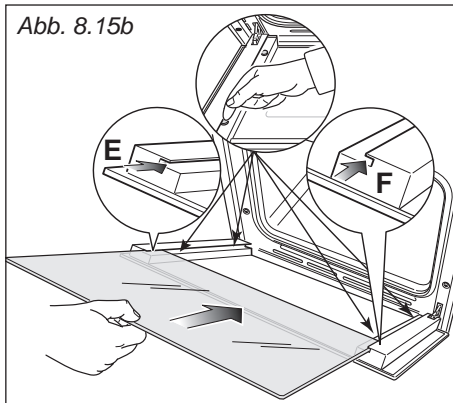
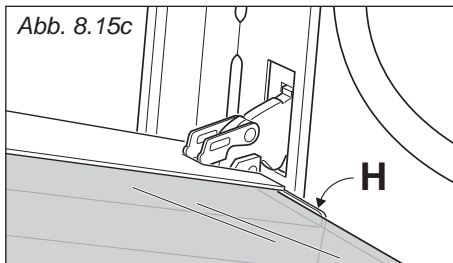

Abb. 8.15b
Abb. 8.15c
WICHTIG: Bringen Sie die innere Glasscheibe wieder an: Um Bruchschäden oder ein Verrutschen der vier Gummiauflagen "D" zu vermeiden, empfiehlt es sich, diese beim Wiederanbringen des Glases mit einem Finger in Position zu halten (Abb. 8.15b).
- Fügen Sie das Glassegment in den linken "E" und rechten "F" (Abb. 8.15b) Führungsschlitz bis zum Haltewinkel "H" ein (Abb. 8.15c).